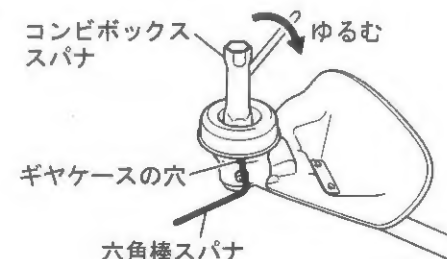

図 5-7
- (1) メインパイプを 180° 回転して刈刃を取付けるギヤケースを上向きにします。(刈刃取付け後はメインパイプを逆に回して元通りにしておく) (図 5-7)
- (2) ギヤケースの穴に付属の六角棒スパナをさし込みながら、付属のコンビボックススパナで取付ナットを右に回すと、六角棒スパナが少し奥に入り回転が止まります。そのまま、コンビボックススパナを右に回して、取付ナット、ナットカバー、刃押え金具をはずしてください。(図 5-7)